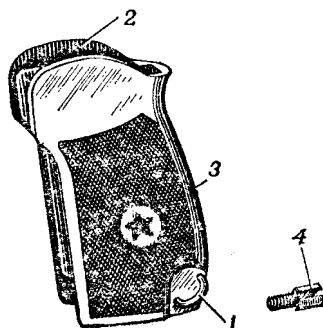

Рис.30. Рукоятка с винтом.
4. **Рукоятка с винтом** (рис.30) прикрывает боковые окна и заднюю стенку основания рукоятки и служит для удобства удержания пистолета в руке. Она имеет отверстие для винта, крепящего рукоятку к основанию рукоятки; антабку для пристегивания пистолетного ремешка; пазы для свободного надвигания рукоятки на основание рукоятки. В отверстии для винта запрессована металлическая втулка, стопорящая винт от произвольного отвинчивания.